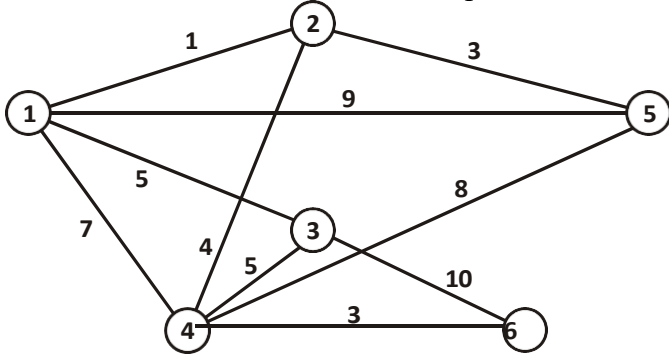

Рисунок 1
**Пример 1.** Телевизионная фирма планирует создание кабельной сети для обслуживания 5 районов-новостроек. Числа на ребрах указывают длину кабеля (рис. 1). Узел 1 — телевизионный центр. Отсутствие ребра между двумя узлами означает, что соединение